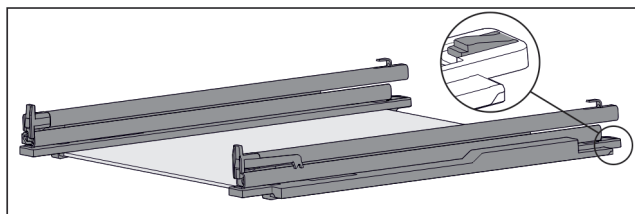

Fig. 154 Üveglap sínekkel és tartóelemekkel
- ▶ Nyomja le hátul a tartóelemet (lásd Fig. 154), közben a sín tolja hátrafelé.